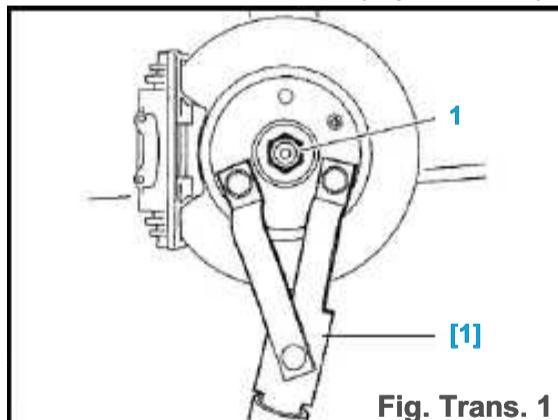

Fig. Trans. 1
- Montar el útil [1] 6310-T (Fig. Trans. 1).
- la herramienta [1] (Fig. Trans 1),
- la tuerca (1); apretar **25 daN.m.** A continuación, reducir la velocidad.